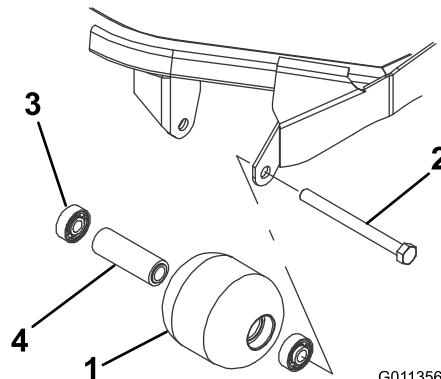

图70
1. 拆下滚筒安装螺栓（图70）。
- 4. 检查滚筒壳体、轴承以及轴承隔片是否受损（图 70）。更换受损的组件和总成。
1. 将第一个轴承按入滚筒壳体（图70）。仅按住外座圈，或同时按住内、外座圈。
2. 插入隔片（图70）。
3. 将第二个轴承按入滚筒壳体（图70），同时按住内、外座圈，直至内座圈接触到隔片。